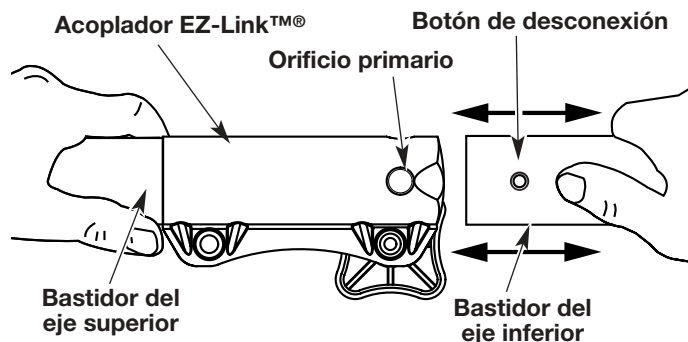

Fig. 7
2. Mientras sostiene el accesorio con firmeza, empujelo en línea recta en el acoplador EZ-Link™® (Fig. 7).